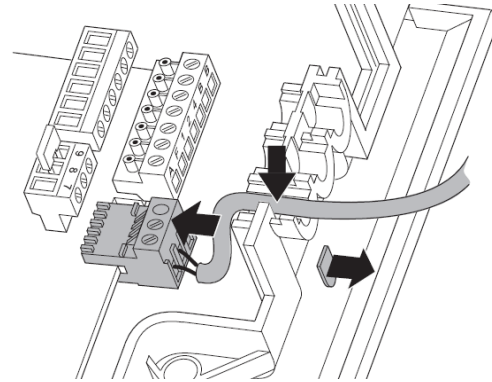

Fig 47 Anschluß Speicherfühler
- Kabel des Anschlußspeichers (laut Zeichnung Fig 47) einziehen